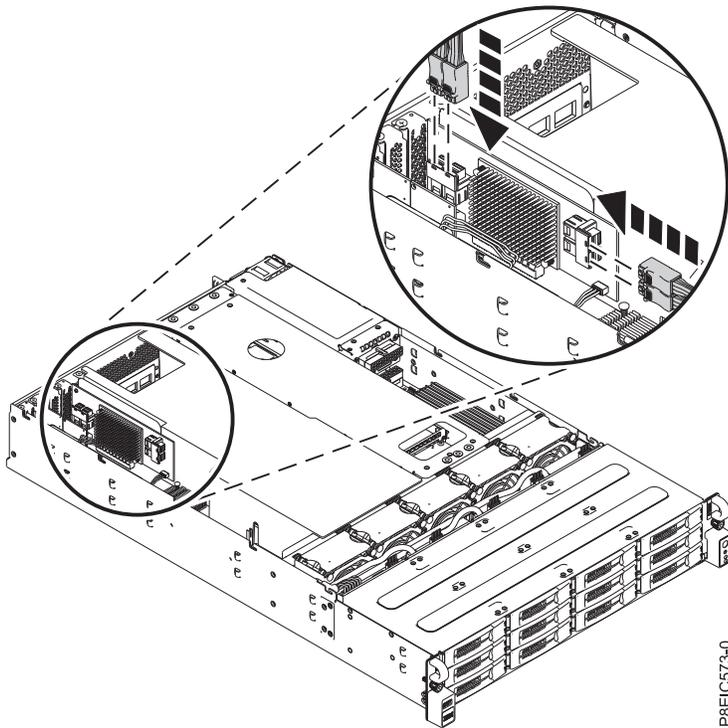
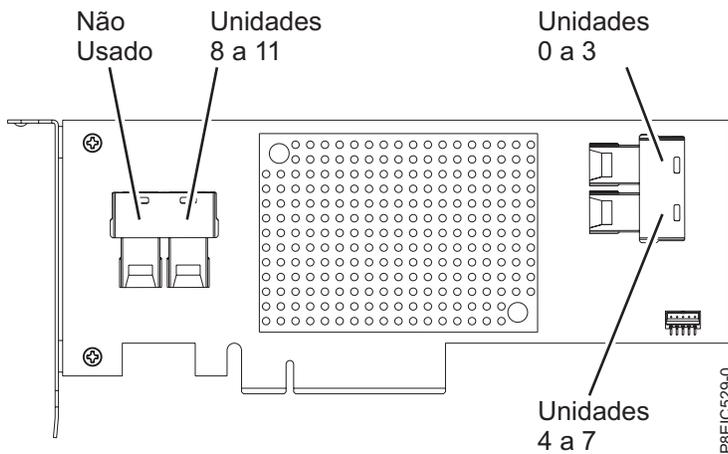
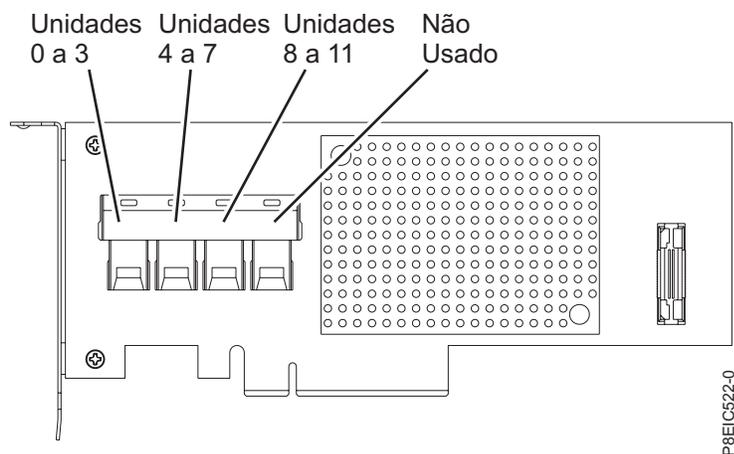

Figura 34. Conectando os cabos de sinal da unidade
Figura 35. Detalhes do conector do cabo de unidade EC3S do recurso
Figura 36. Detalhes do conector do cabo de unidade EC3Y do recurso
10. Usando os rótulos, conecte os três cabos de sinal da unidade aos seus conectores correspondentes no adaptador PCIe da unidade, conforme mostrado na Figura 34, Figura 35 e Figura 36 na página 31. Certifique-se de que o clipe da trava do cabo se encaixe no lugar no conector.